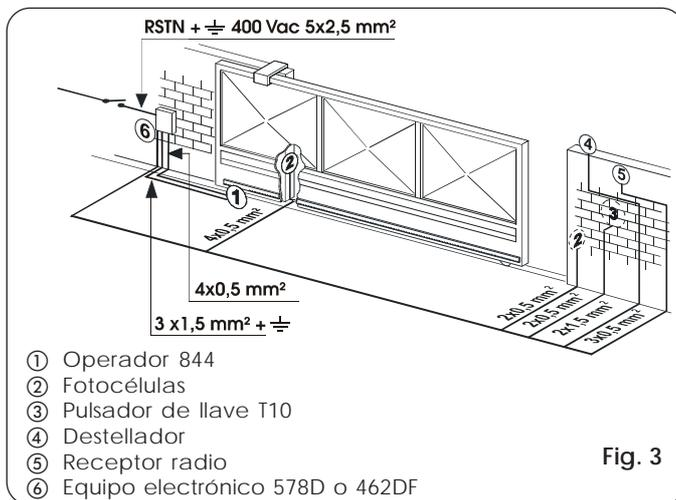

Fig. 3
- 4) Predispongan los cables eléctricos para la conexión con los accesorios y la alimentación eléctrica como muestra la Fig.3. Para efectuar fácilmente las conexiones dejen sobresalir los cables unos 40 cm. del orificio (Fig.5-6 ref. ①) de la placa de cimentación.